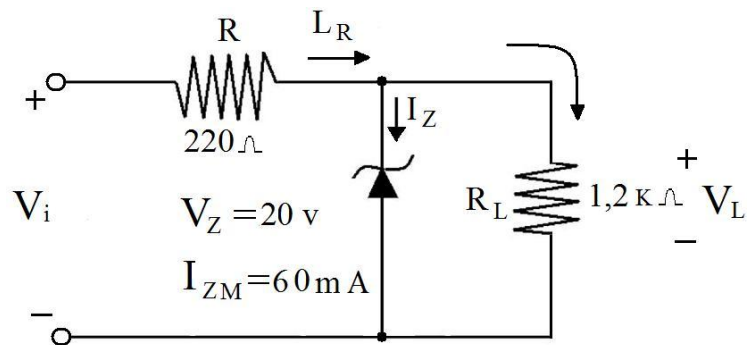

Figura 3-13
- *Ejemplo 3-3:* Determina el rango de valores de V_i que mantendrá el diodo zener de la figura 3-13 en estado “encendido”